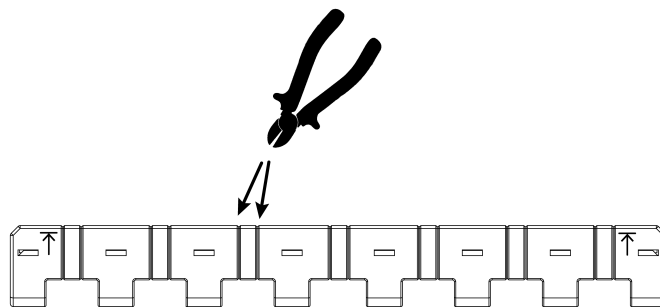

Bild 5: Kapa fasskenan
- Kapa vid behov fasskenan vid skårorna med en sidavbitare (se bild 5).